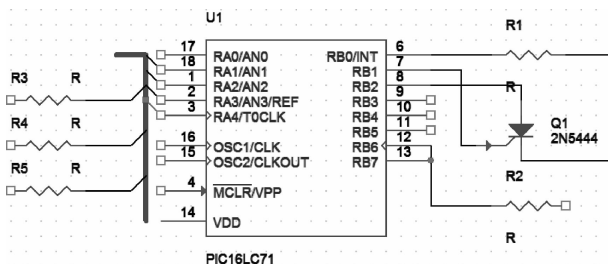

图 6-14 绘制总线分支线
2. 在导线或元件引脚与总线之间单击鼠标，即可放置一段总线分支线。如图 6-14 所示。由此可以看出元件引脚无法直接与总线分支连接，需要经过导线连接后才可实现真正意义上的电气连接。